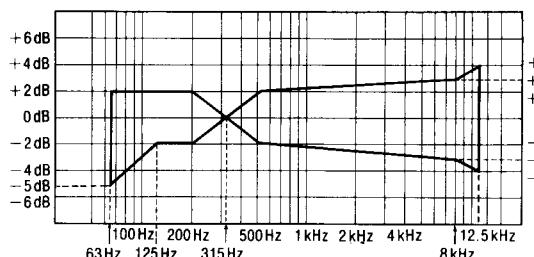

Fig. 6
- S'assurer que la réponse en fréquence soit en deçà de la plage montrée dans la Fig. 6, à la fois pour le canal de gauche et le canal de droite.